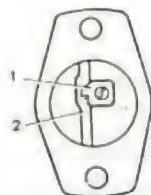

Fig. 20. — Repères de calage sur pompe Bosch type EP/VA.
b) Utilisation des repères (fig. 20)